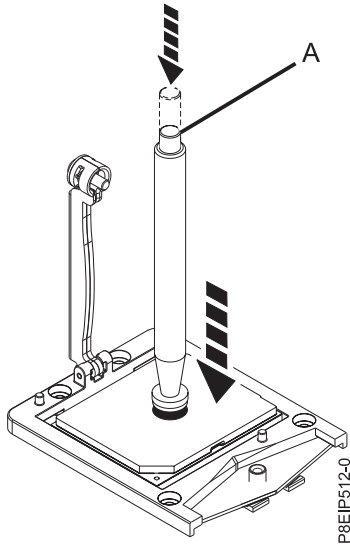

Figure 69. Abaissement de l'outil de retrait sur le module processeur système
3. Abaissez le stylet d'aspiration sur le module processeur système à installer. Appuyez à fond sur le haut du stylet (A) et maintenez le stylet au centre du module processeur comme indiqué dans la figure 69, à la page 63. Relâchez le haut du stylet pour fixer ce dernier sur le module processeur.